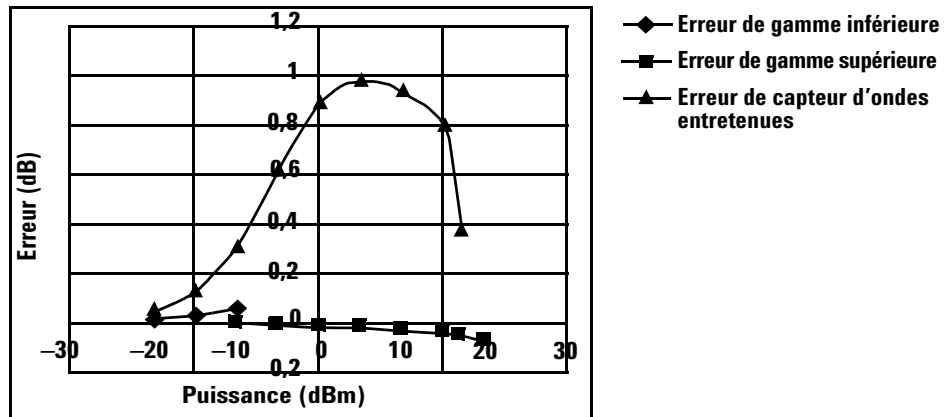
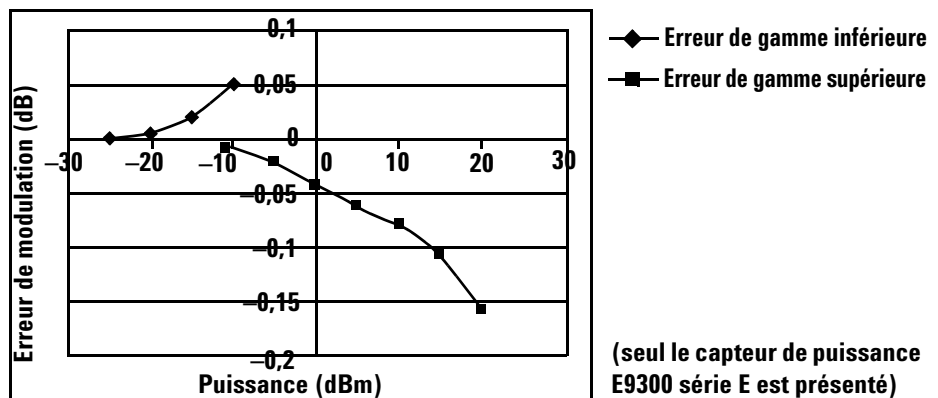

Figure 2-6 Erreur CDMA large bande du Capteur de puissance E9300 Keysight série E par rapport au capteur CW corrigé
Figure 2-7 CDMA (IS-95A) : 9Ch Fwd
La **Figure 2-6** et la **Figure 2-7** présentent les résultats généralement obtenus dans le cas de la mesure d'un signal CDMA. Dans ces exemples, l'erreur est déterminée en mesurant la source à l'amplitude voulue, avec et sans modulation CDMA, en ajoutant une atténuation jusqu'à ce que la différence entre les deux valeurs cesse de changer. Le capteur d'onde entretenue (CW) de la **Figure 2-6** utilise des facteurs de correction afin de rectifier les niveaux de puissance au-delà de sa zone de fonctionnement quadratique.